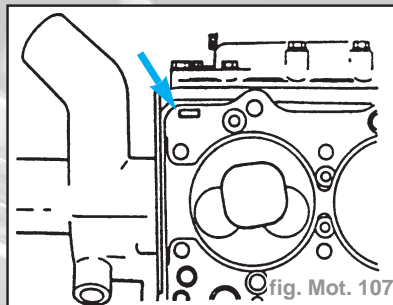

fig. Mot. 107
- Adapter le joint de culasse sur les goupilles de centrage et le poser sur le bloc-cylindres avec le repères TOP (flèche) vers le haut (fig. Mot. 107).